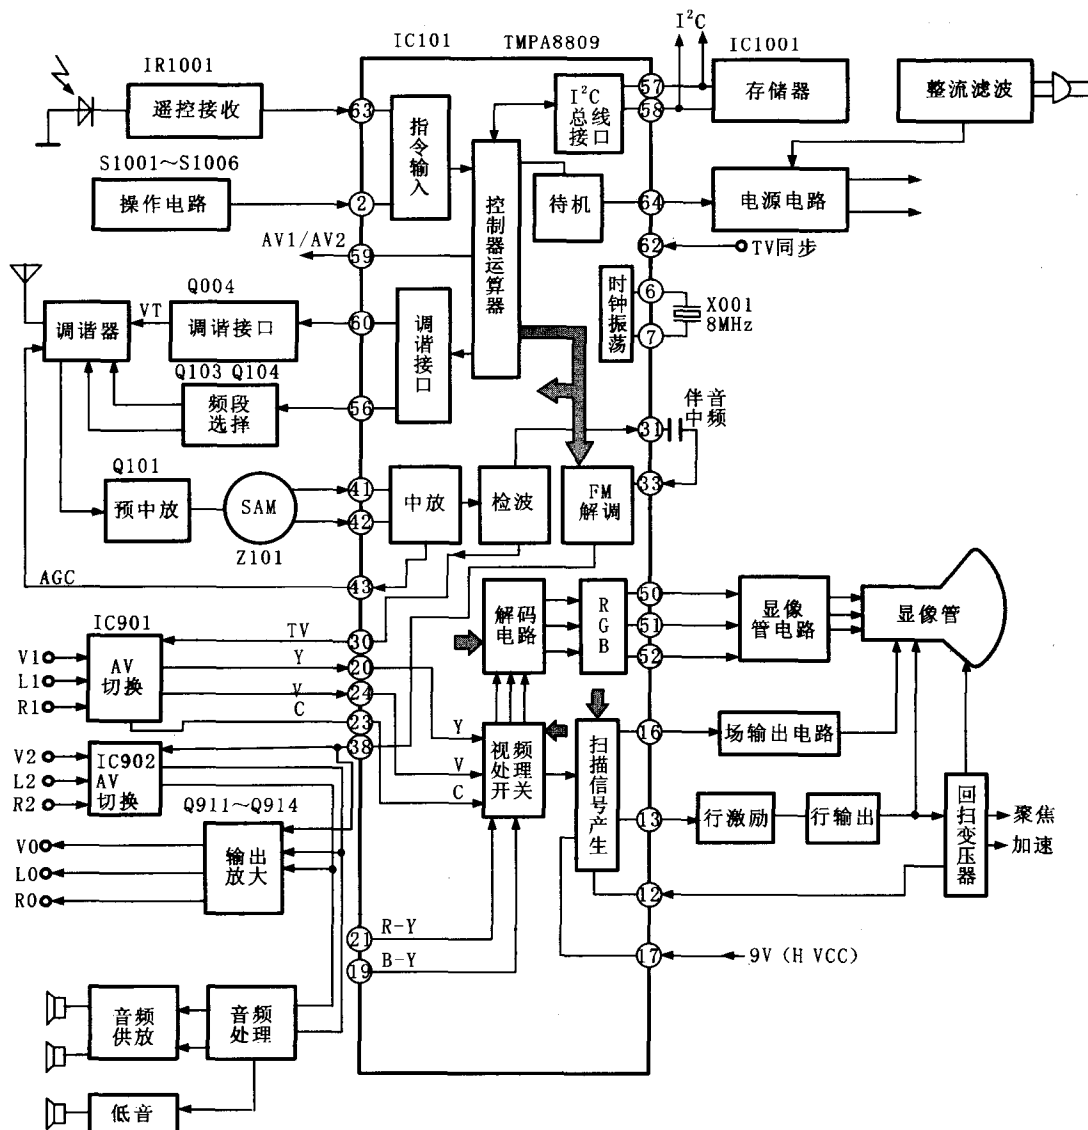

图 1-2 TCL-AT29211 彩色电视机整机方框图
图 1-2 是该机的电路方框图。从图可见, IC101 是主要的信号处理电路, 中放、检波、伴音解调、视频解码电路、扫描信号产生电路以及微处理器电路都集成在这个大规模芯片之中。在接收电视节目时, 天线信号送入调谐器中, 调谐器输出的中频信号 (IF) 经预中放 Q101、声表波滤波器 (SAW) Z101, 将提取的中频载波由④①、④②脚送入 IC101 中, 在 IC101 中经中放和检波将视频图像信号和第二伴音信号取出。视频图像信号由③①脚输出送到 AV 切换电路。第二伴音中频由 IC101③③脚输出经耦合电容后, 再从③③脚送入 IC101, 在其中进行 FM 鉴频, 解出伴音音频信号。音频信号由③⑧脚输出, 也送到 AV 切换电路 IC902 中。